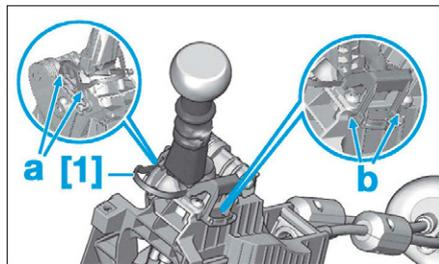

FIG. 21
- Immobiliser le levier de vitesses à l'aide de l'outil [1] (Fig.21).